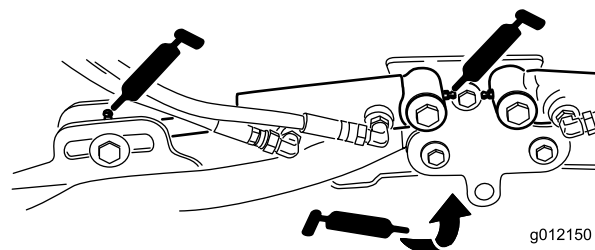

Bild 42
- Hubarmzylinder der Schneideinheit (2) (Bild 42)
- Hubarmgelenke (1) (Bild 42)